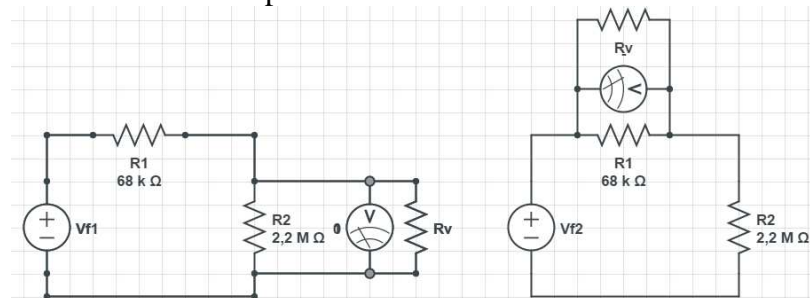

Figura 6 - Medidas a serem realizadas.
Com base nos valores teóricos, utilize a escala adequada de tensão para realizar medidas com os multímetros analógico e digital. Realizar as medidas separadamente, conforme a Figura 6. Preencher os campos da Tabela 2.
- Realize o cálculo das tensões em cada elemento do circuito da Figura 6 considerando a inserção dos instrumentos e preencha as colunas adequadas da Tabela 2;